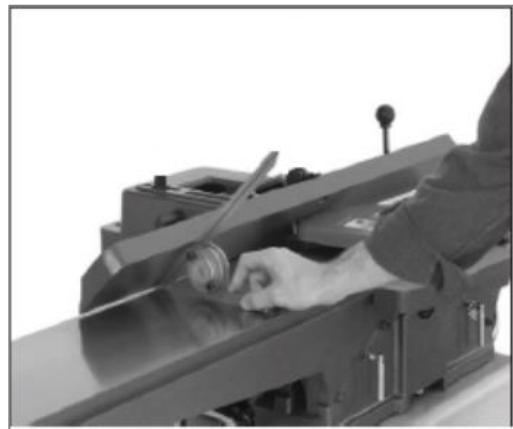

Рис. 21
1. Угольником под 45° отрегулировать параллельный упор в положение под 45° вовнутрь, как показано на *Рис. 21*.